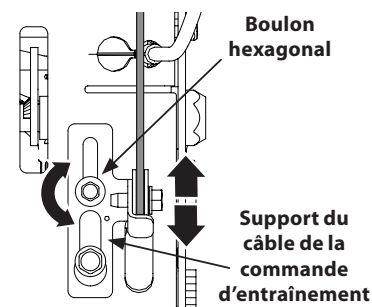

Figure 2-56
2. Desserrez le boulon hexagonal supérieur sur le support du câble de la commande d'entraînement. Voir Figure 2-56.